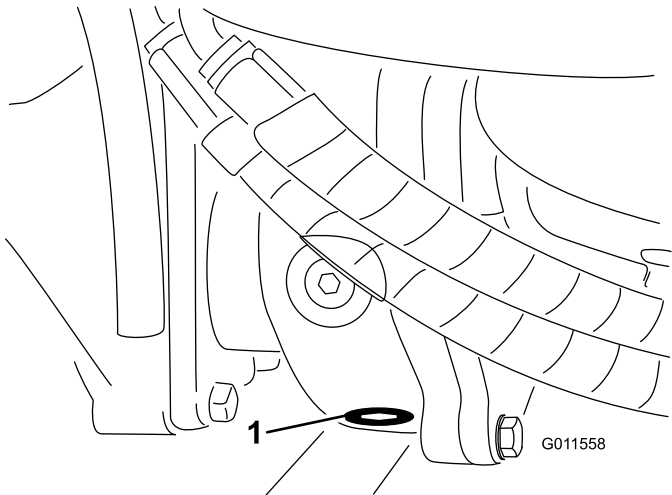

Figure 92
- Nettoyez la surface autour du bouchon de vidange au bas du boîtier d'engrenages (Figure 92).